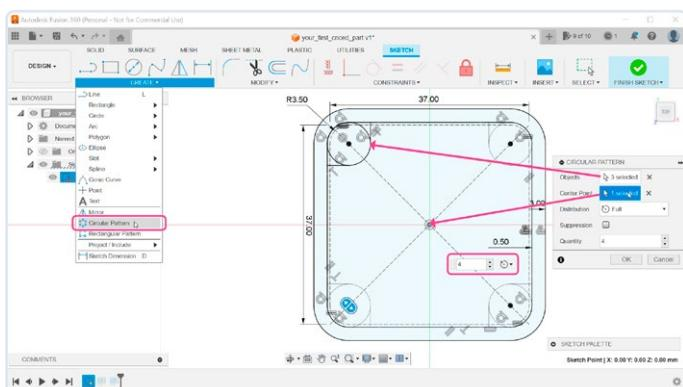

Figure 11. Réplication du support pour les trois autres coins.
11. Trois autres supports sont nécessaires, mais plutôt que de les dessiner manuellement, nous pouvons utiliser certains outils pour dupliquer le premier support déjà créé. Le choix normal serait d'utiliser l'outil *Mirror* (*CREATE Mirror*). Cependant, dans ce cas, nous avons une solution en un clic — l'outil *Circular Pattern*, également situé dans le menu *CREATE*. Lorsque l'outil est activé, il faut sélectionner le cercle et deux lignes (figure 11). Cliquez sur le bouton *Select* à côté du point central et sélectionnez le point d'origine. Dans la zone *Quantity*, entrez la valeur de 4.